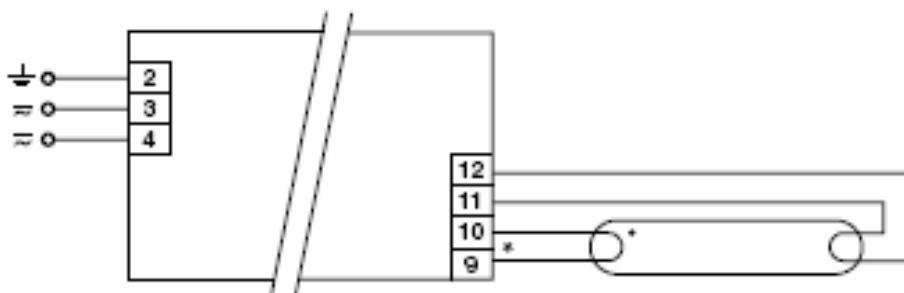

Fig. 3: Câblage lampe-ballast
- Câblage lampe-B.E.: Les 4 ergots du culot de la lampe doivent être connectés de la même manière aux bornes du ballast pendant toute la procédure (rodage – mesure) (voir fig. 3). La câble lampe-B.E. ne doit pas dépasser la longueur maximale admissible, et l'extrémité de la lampe portant le cachet (cool spot) doit être connectée aux bornes du ballast présentant des câbles plus courts (tenir compte des indications figurant dans la fiche technique ou sur le ballast).